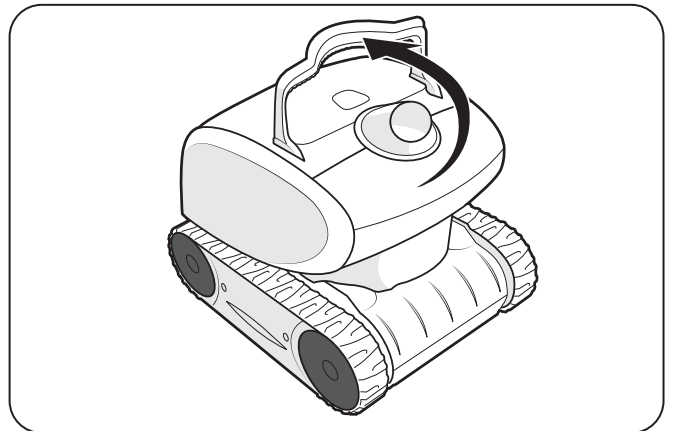

Figura 9. Libere la manija del cartucho del filtro
- Tire hacia arriba para liberar la manija del cartucho del filtro (Figura 9).